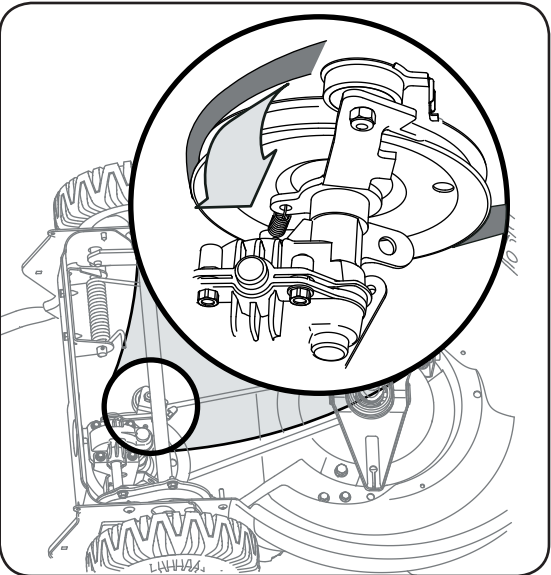

Figure 16
11. Dégagez la courroie en la faisant glisser entre le support du dispositif de retenue et la poulie de tension. Voir la Figure 16.